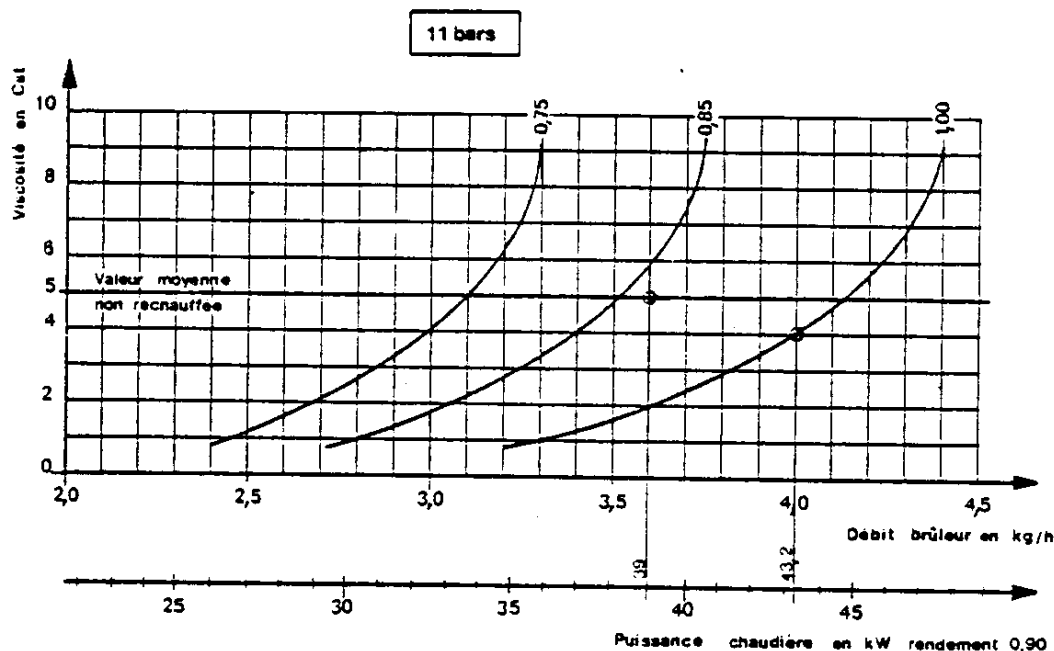
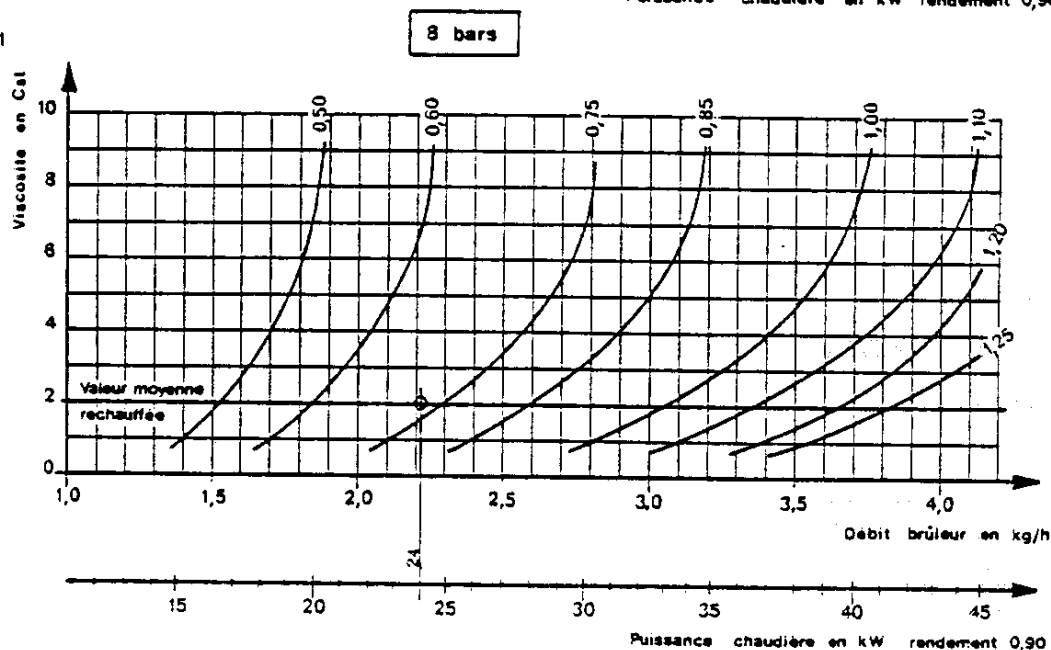

Fig. 1
Fig. 2
1-1 Vous connaissez la puissance de la chaudière et la viscosité du fuel arrivant à l'injecteur, vous déterminez le calibre de l'injecteur à l'aide des courbes (fig.1) et (fig.2) suivant que vous êtes à 11 bars ou 8 bars.
- Votre brûleur est non réchauffé : prendre comme valeur moyenne de viscosité 5 Cst. Les courbes de la (fig.1) indiqueront le calibre de l'injecteur, Pression pompe 11 bars.
- Votre brûleur est à réchauffage. Prendre comme valeur moyenne de viscosité 2 Cst. Les courbes de la (fig.2) indiqueront le calibre de l'injecteur, Pression pompe 8 bars.